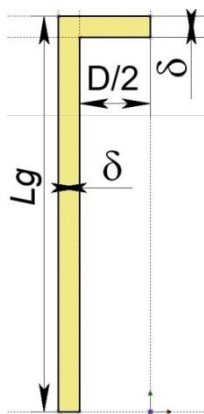

Рис. 3.3 – 3D профиль
3.3.1 Создайте «3D деталь»  и сохраните её в рабочую папку, например, как «лр3 Гильза». Начертите 3D профиль  тела гильзы цилиндра на рабочей плоскости «Вид слева», как показано на рис. 3.3. Высота гильзы Lg подбирается так, чтобы когда поршень при движении окажется в самой нижней точке (НМТ), он не выходил за пределы гильзы, но КВ при вращении задевать гильзу не должен. Все соединения осуществляются без зазоров (по номиналам). Используйте операцию «Вращение»  относительно отрезка на вертикальной оси.